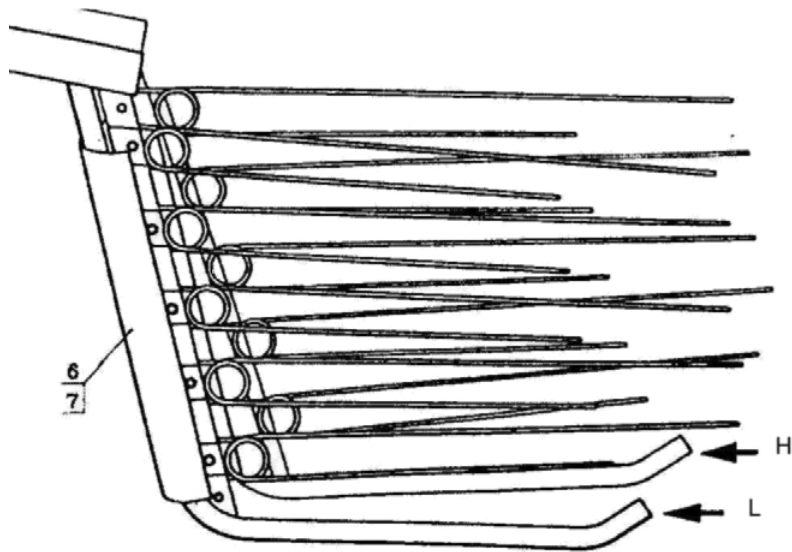

Fig. 10 - Hoogte van de schermen instellen
- Stel de schuinite van de schermen (6) en (7) in en plaats ze in de hoogste stand H (Fig. 10 en 11) of in de laagste stand L (Fig. 10 en 12).